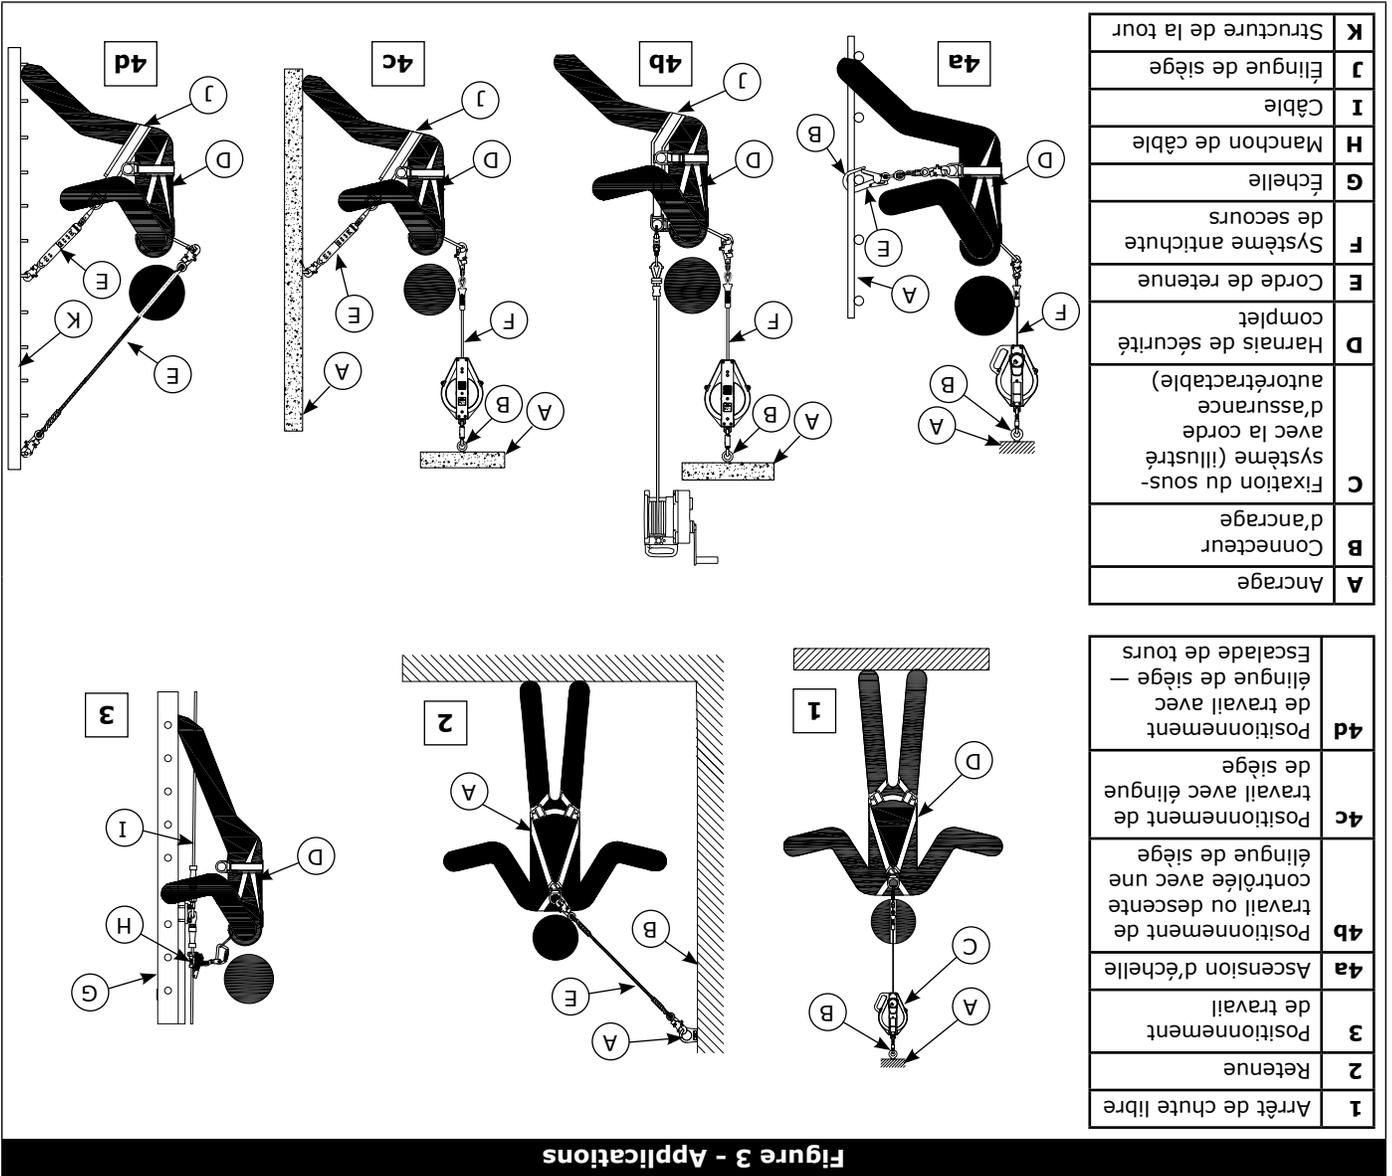

Figure 3 - Applications
2.11 ANCRAGE ET RÉSISTANCE D'ANCRAGE : Les exigences en matière d'ancrage et de résistance d'ancrage dépendent de l'utilisation du harnais de sécurité complet (voir figure 3). Conformément à la norme ANSI Z359.1, les ancres choisies pour les systèmes antichute doivent satisfaire aux exigences de résistance d'ancrage définies dans le tableau 2.
Les harnais ExoFit NEX^{MC} décrits dans ce manuel sont des harnais de sécurité complets qui répondent aux exigences des normes ANSI Z359.1, OSHA et CSA Z259.10. Voir les illustrations d'application sur la figure 3.